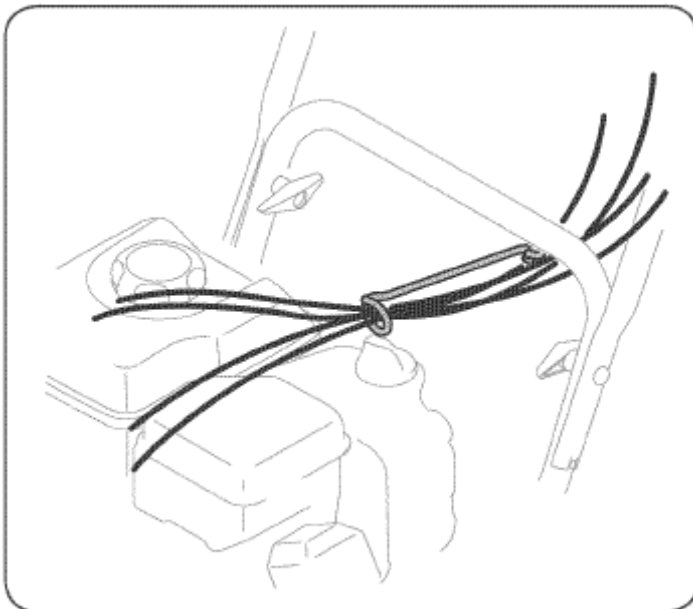

Рисунок 5
6. Проверьте, чтобы все тросы были пропущены через направляющее устройство на нижней ручке. См. рис. 5.